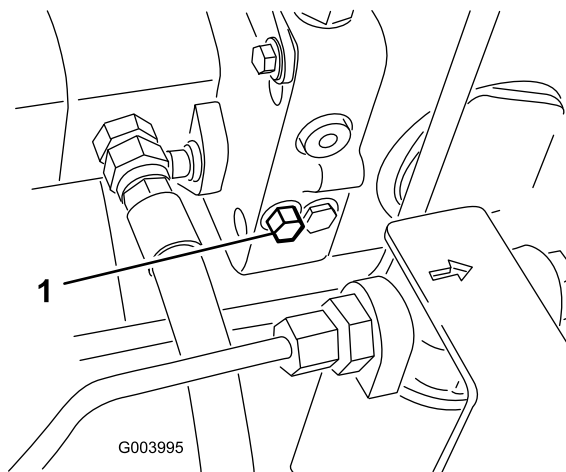

図 40
1. バイパスバルブはヒドロスタットの左側にある 図 40。バイパスバルブを右または左に11.5回転させると内部でバイパスが形成される。これにより、トランスミッションを破損することなく、機械を押して低速で移動できるようになる。